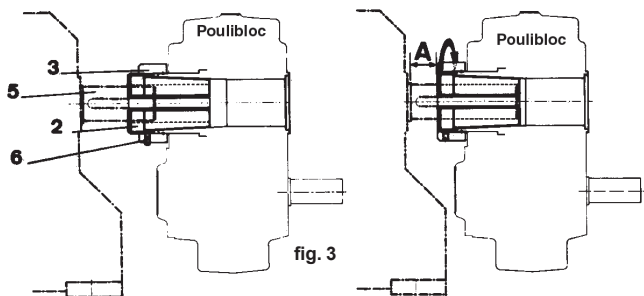

fig. 3
1.1.3 - Montage du réducteur (fig. 3)
- Monter le réducteur avec sa bague sur l'arbre à entraîner (5).
- Serrer l'écrou à billes (3) avec la clé spéciale (fournie) jusqu'à ce que la bague soit complètement dans le réducteur. Ne pas appliquer sur l'écrou un effort supérieur à 70 N.m.
- Serrer la vis (6) de blocage d'écrou.